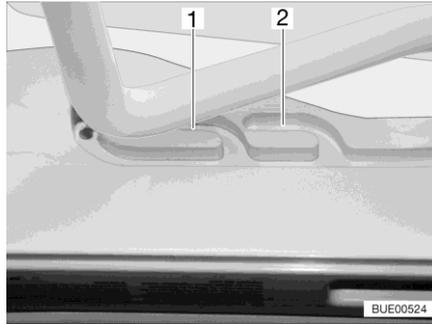
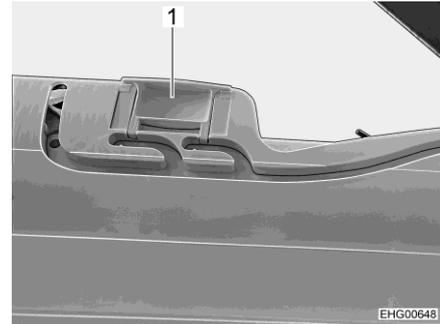

Bild 30 Führung (Lüftungsstellung)
Bild 31 Verriegelung (Lüftungsstellung)
Die Heki-Dachhaube kann in zwei Lüftungsstellungen gebracht werden: Schlechtwetterstellung (Bild 30,1) und Mittelstellung (Bild 30,2). Je nach Modell kann die Dachhaube in der Mittelstellung mit den beiden Riegeln (Bild 31,1) links und rechts am Rahmen der Dachhaube verriegelt werden.
- Den Bügel leicht nach oben drücken und in die gewählte Führung (Bild 30,1 oder 2) schieben und ggf. verriegeln.